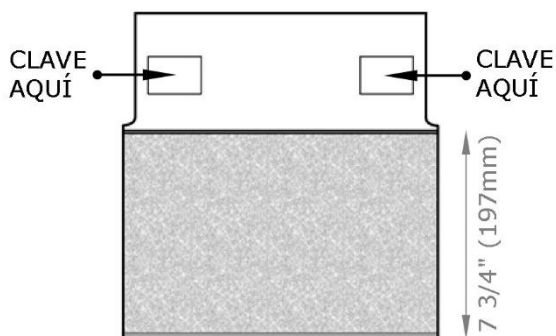

FIGURA 22 - Limatesa y Cumbre Designer Slate
- Fije usando dos fijaciones, de un mínimo de **1 3/4" (44mm)** de longitud. Las fijaciones deben penetrar un mínimo de **3/4" (19mm)** en la cubierta o **1/8" (3.2mm)** a través de la cubierta. Instale las fijaciones a **1" (25mm)** del borde de las Tejas para Limatesa y Cumbre, en la zona de clavado indicada en cada teja. Vea la **Figura 22**.